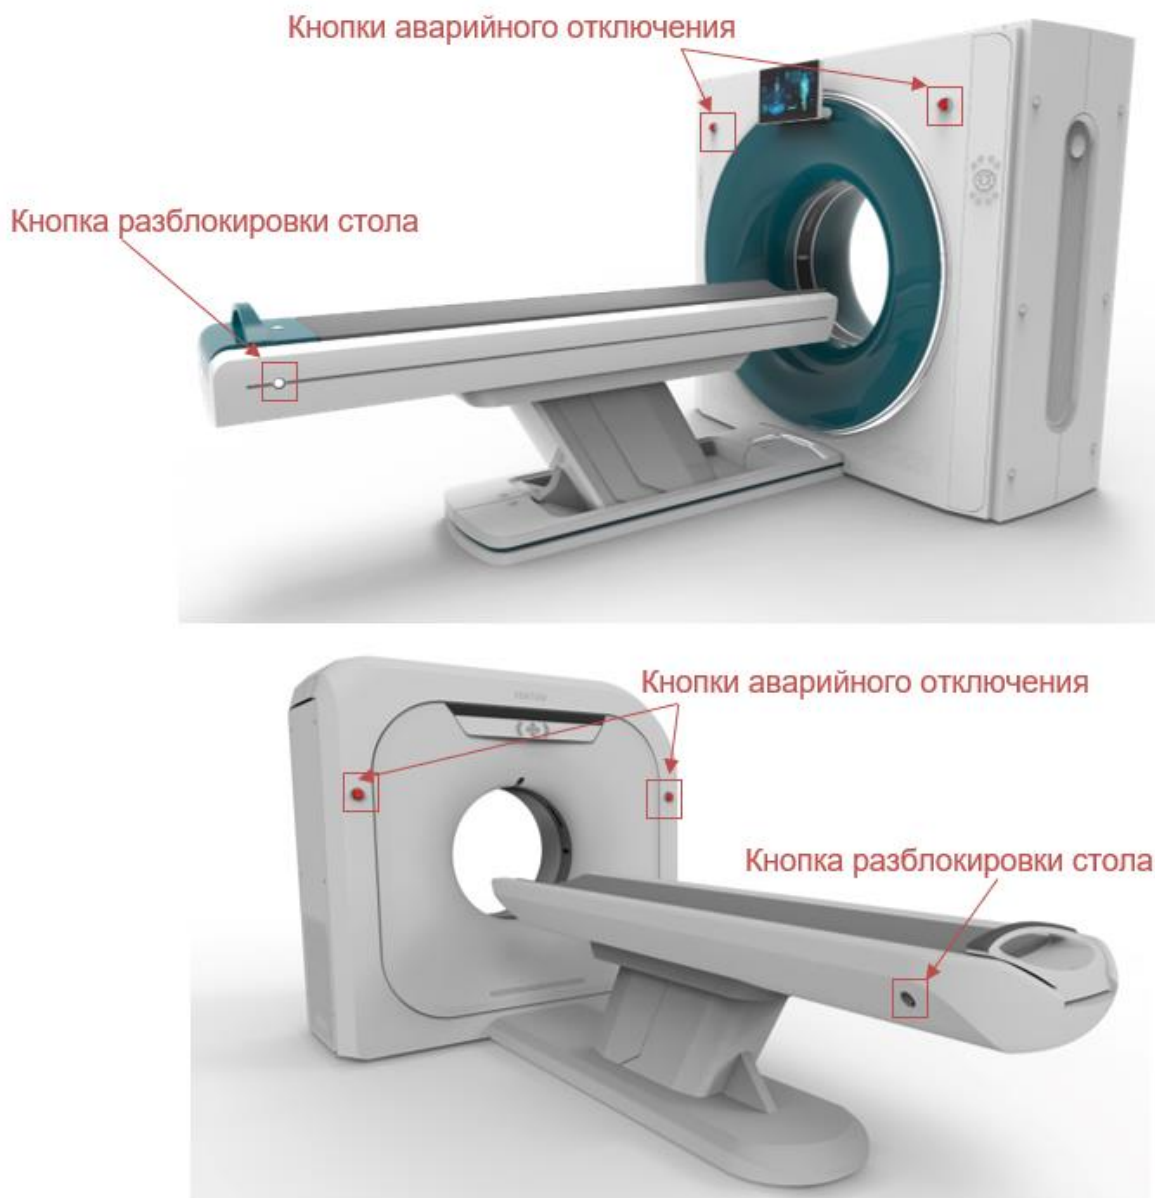

Рисунок 2-1 Кнопки аварийного отключения и разблокировки стола для различных исполнений VENTUM X
Для отключения системы в случае возникновения чрезвычайной ситуации необходимо нажать одну из красных кнопок аварийного отключения: кнопку на пульте управления (см. п.3.3.3) или любую из кнопок на корпусе гентри (см. рисунок 2.1).
- нажать одну из кнопок аварийной разблокировки стола для пациента (см. рисунок 2.1). Кнопки находятся на боковых сторонах стола для пациента;